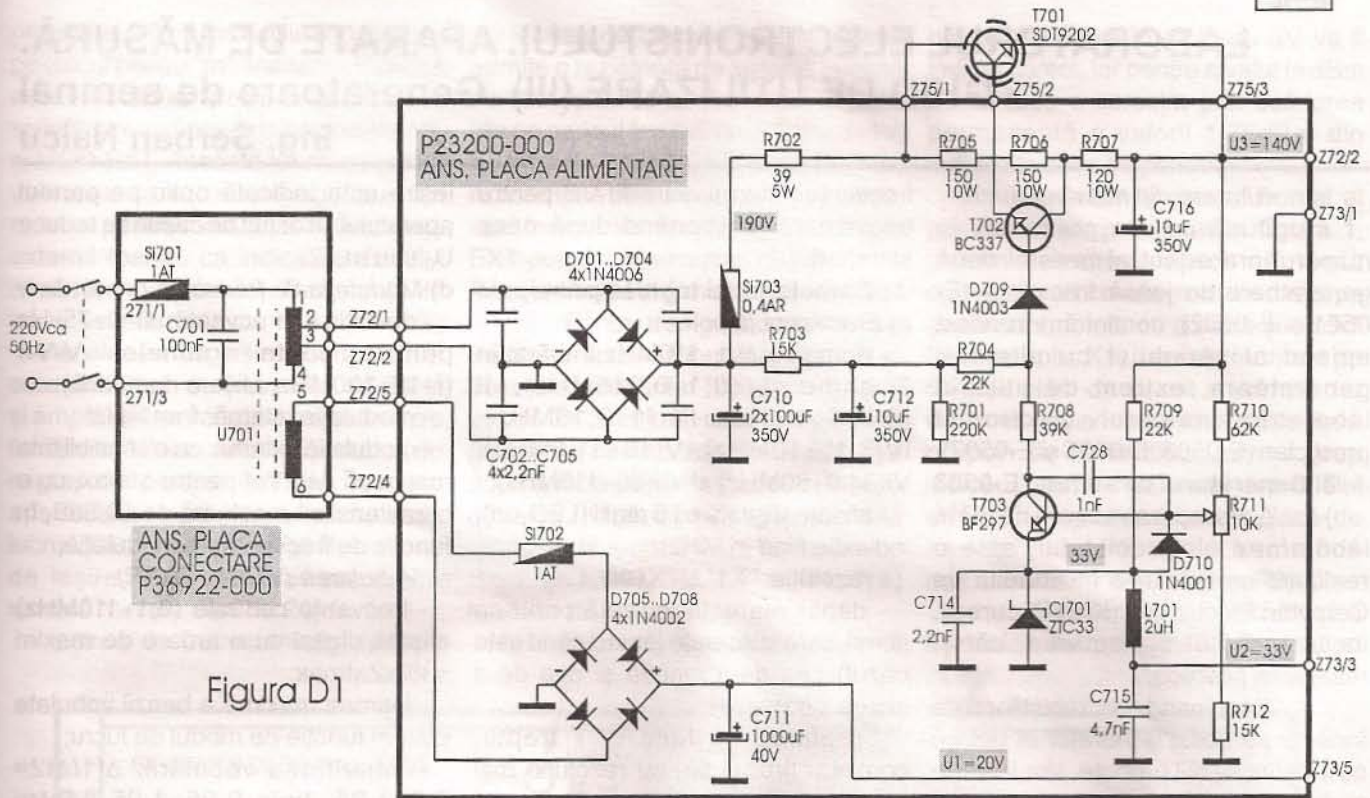

Figura D1
1.1. Pentru TV-AN cu 3CI, conform figura D1, componență a schemei AX-1306: Sursa de alimentare a TV este constituită din elementele aferente plăcilor de conectare P36922-000 și P23220-000.
3.2. Pe figura D1 se modifică: